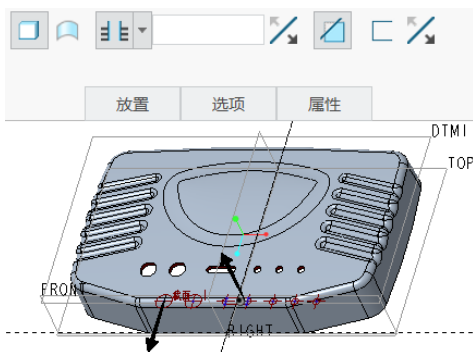

图 7-183 设置拉伸深度等
- 4 单击“将拉伸的深度方向更改草绘的另一侧”按钮，接着从深度选项下拉列表框中选择“穿透”图标选项，如图 7-183 所示。